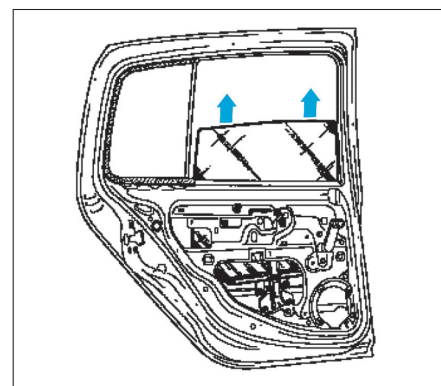

Fig. 59
- Sortir la vitre en la dégageant par l'extérieur de la porte (Fig.59).